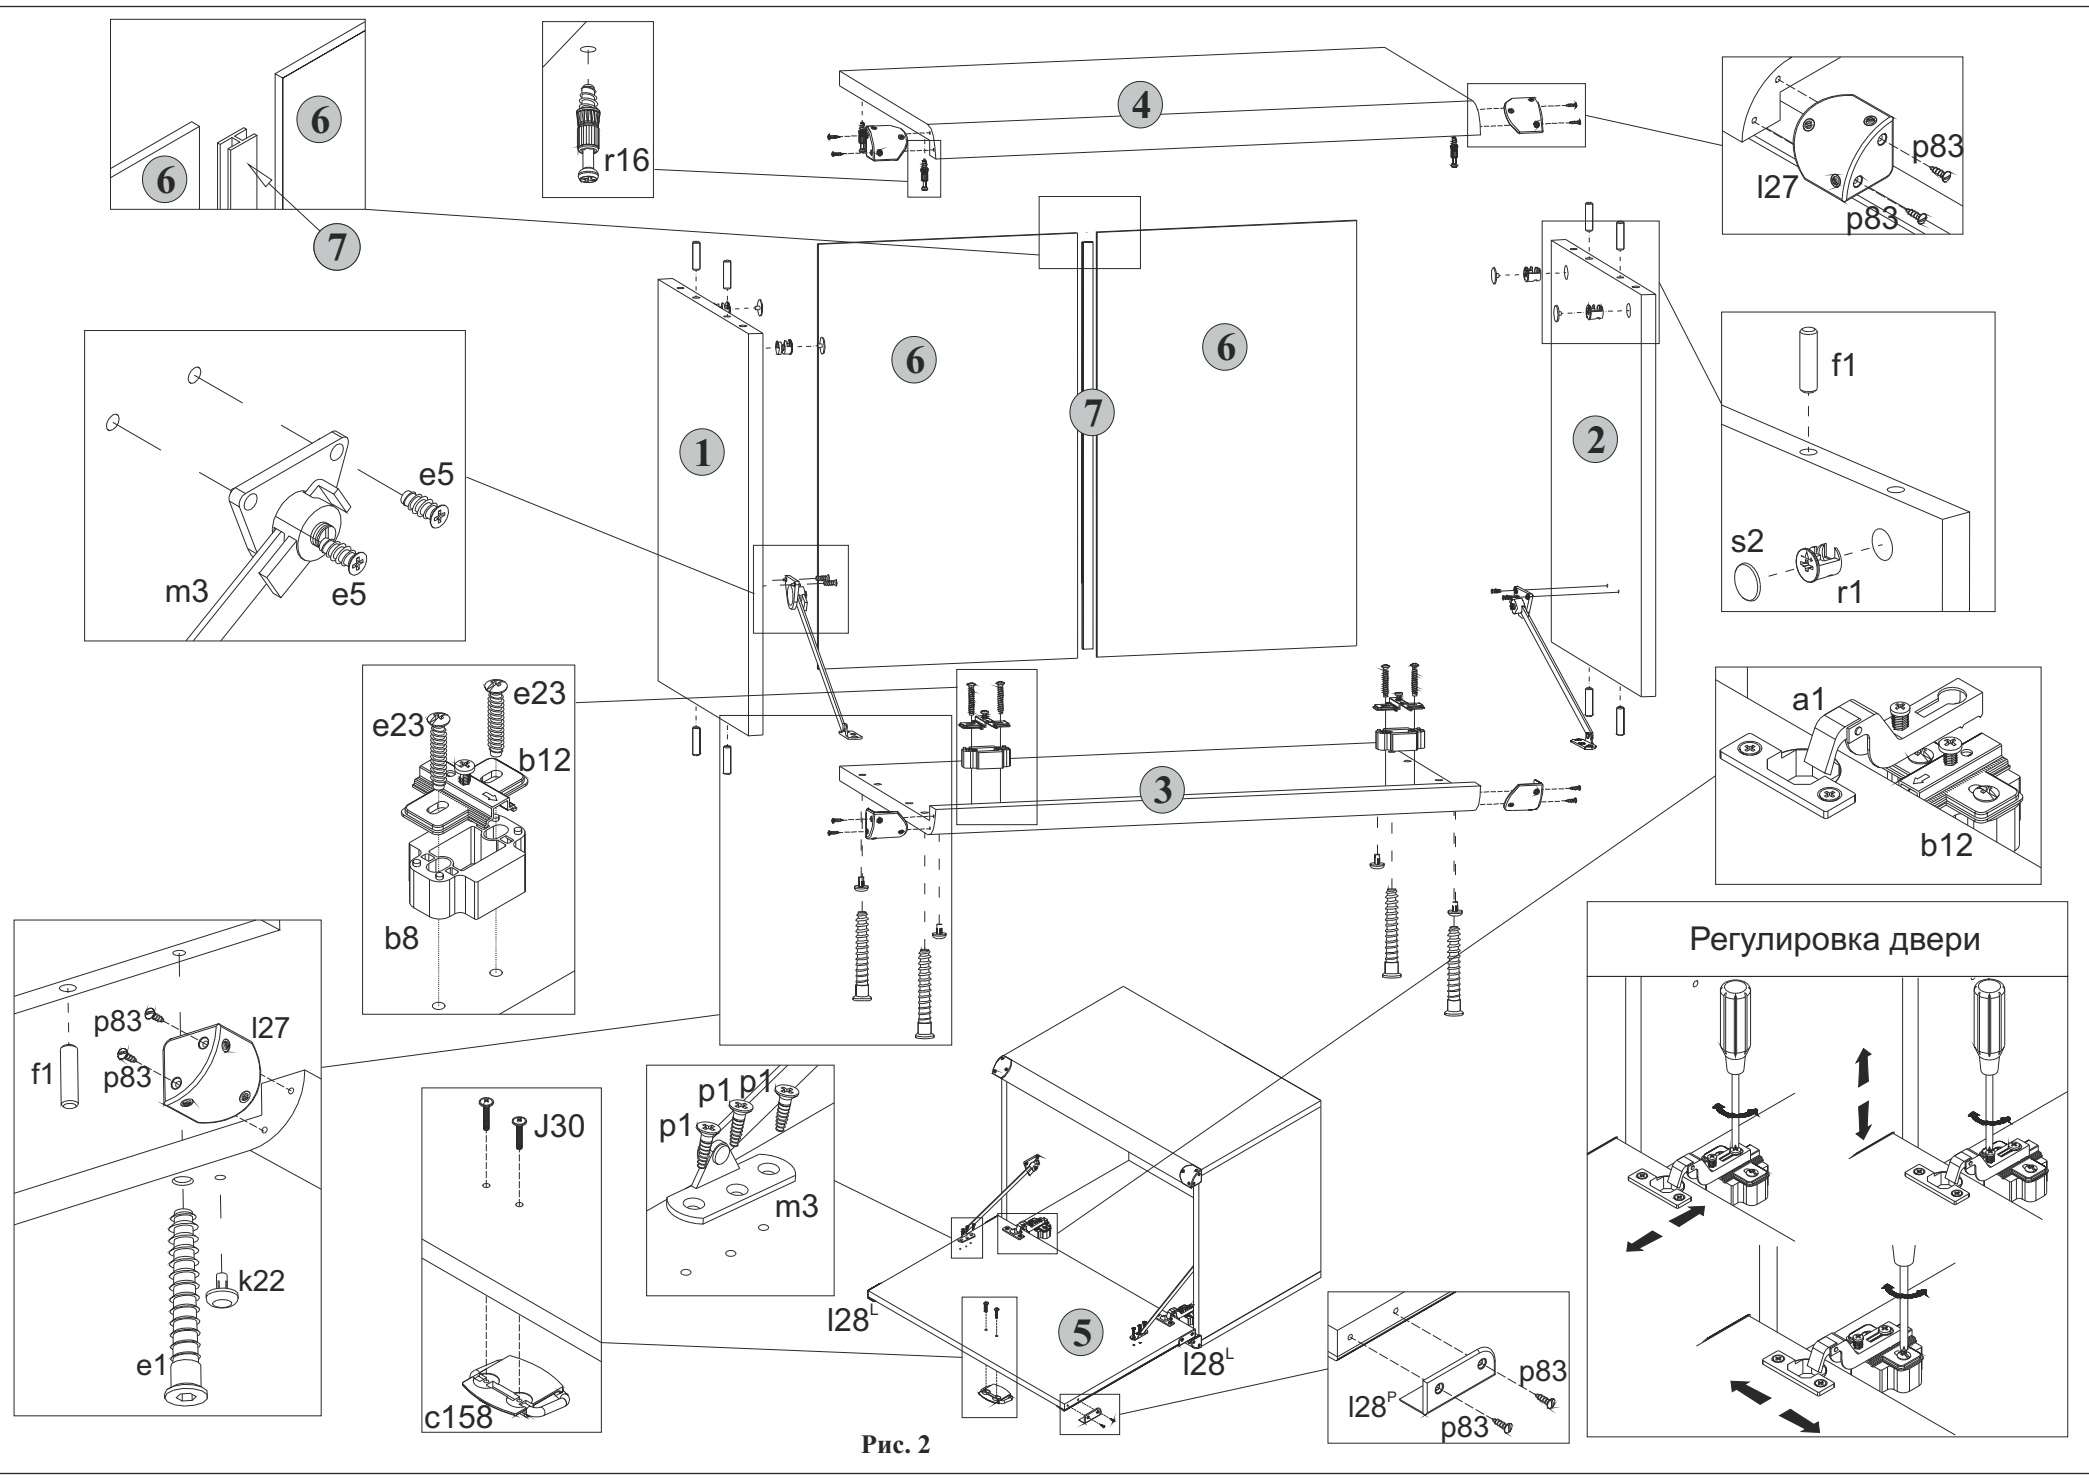

Рис. 2
- 5.2 В отверстия диаметром 8 мм на верхних и нижних кромках стенок боковых 1 и 2 вбить деревянные шканты f1 (см.рис. 2).
- 5.4 В отверстия диаметром 5 мм на нижней поверхности щита верхнего 4 крутить винты стяжки r16, пользуясь крестообразной отверткой (см.рис. 2).
- 5.5 На внутренних поверхностях стенок боковых 1 и 2 в отверстия диаметром 15 мм вставить стяжки эксцентриковые r1 (см.рис. 2).
- 5.6 В отверстия диаметром 4,5 мм на нижней поверхности щита нижнего 3 вставить опоры полимерные k22 (подпятники) (см.рис. 2).
- 5.9 К стенкам боковым 1 и 2 присоединить щит нижний 3 и стянуть еврошурупами e1, пользуясь специальным ключом z1 из комплекта фурнитуры (см.рис. 2).
- 5.12 Положить дверь 5 фасадной поверхностью вниз на ровную поверхность. Закрепить на двери петли шарнирные a1, пользуясь крестообразной отверткой (см.рис.2).
- 5.13 Навесить дверь на корпус тумбы, совместив петли шарнирные a1 с направляющими петель b12 (см.рис.2). При необходимости отрегулировать положение двери вращая регулировочные винты, как показано на рисунке 2.